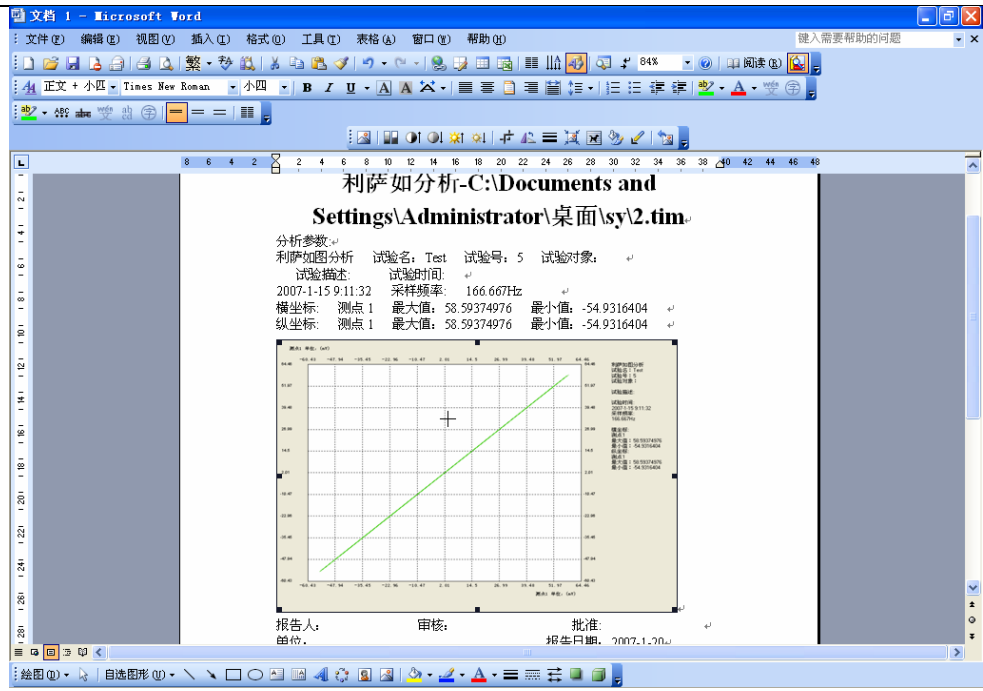

图 2.18
- 4) **图文报告：**直接将采样或分析结果的各种参数、设置、图形和数据以图文报告的方式输出为 Word 格式的报告文件(*.doc)。如图 2.18 所示。